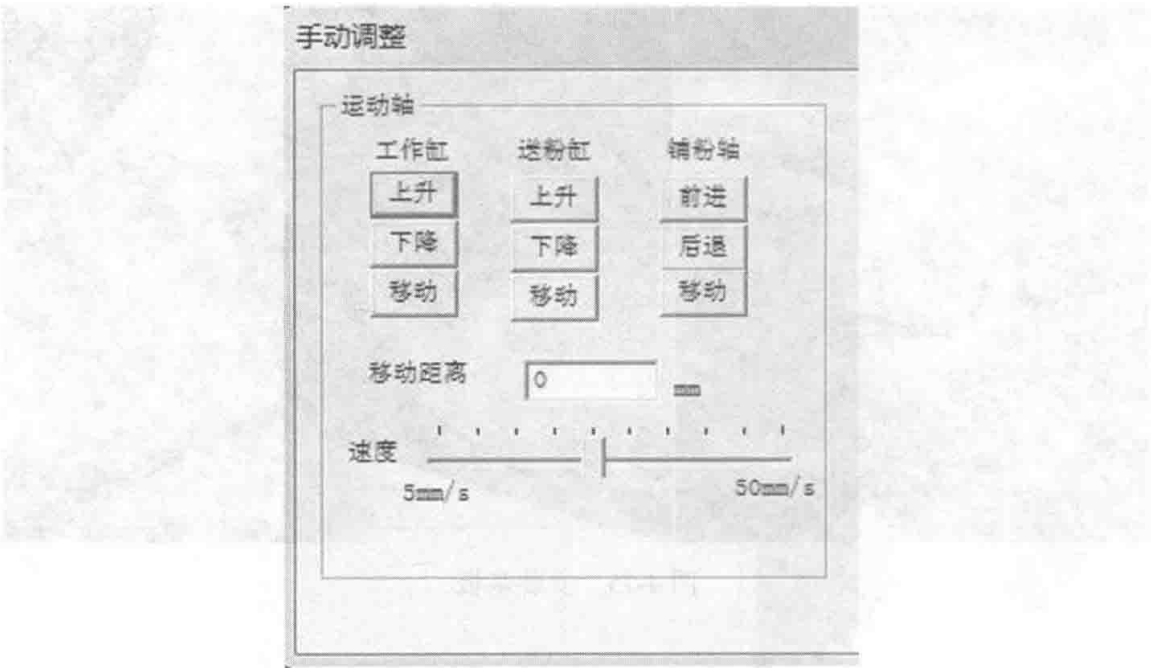

图 4-77 手动调整界面
- (1) 打开软件，连接设备，打开手动调整，如图 4-77 所示。
- (2) 调整工作台高度，退回刮板到基板中心位置，调整 Z 轴高度，用塞规测量，使